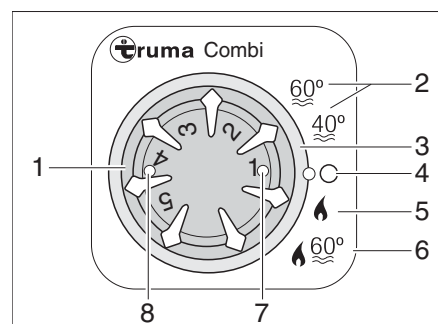

Fig. 245 Unidad de mando para la calefacción/caldera
- Seleccionar el modo de funcionamiento con el interruptor giratorio (Fig. 245,3).
La calefacción selecciona por sí sola la potencia de quemador necesaria. En el modo de funcionamiento "Calefacción y caldera" (Fig. 245,6) se calienta también el agua en la caldera. La calefacción puede utilizarse en el modo de funcionamiento "Calefacción sin caldera" (Fig. 245,5) con la caldera vacía.
- Poner el botón giratorio de temperatura (Fig. 245,1) de la unidad de mando en el nivel de calefacción deseado.
- Poner el interruptor giratorio (Fig. 245,3) en modo de invierno "Calefacción sin caldera" (Fig. 245,5) o en modo de invierno "Calefacción y caldera" (Fig. 245,6).
La luz de control verde (Fig. 245,7) se enciende.
- Ajustar el interruptor giratorio (Fig. 245,3) en "O" (Fig. 245,4).